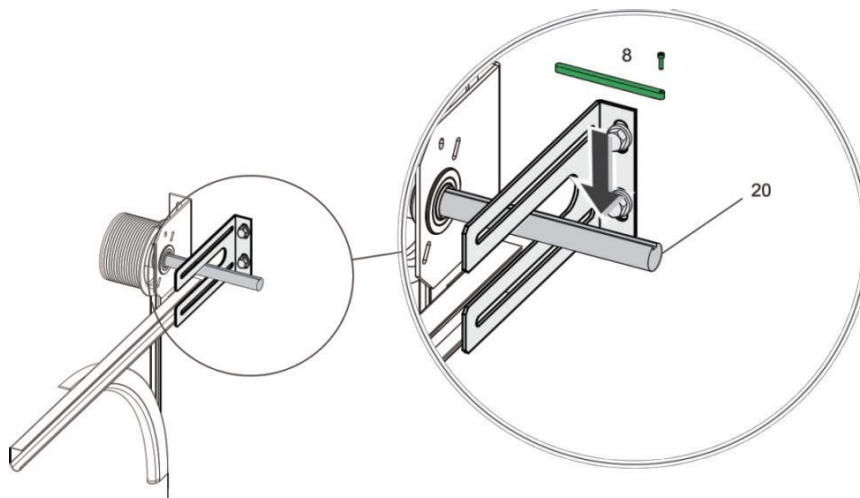

Fig. 2
Plaats de spie (8) in de groef van de aandrijfas van de deur, zodat deze niet kan verschuiven, zoals weergegeven in afb. 2.
- Plaats de aandrijfas van de deuraandrijving zo dat deze past bij de positie van de verdraai-beveiliging (spie, positie 8 in afb. 2). Draai hiervoor de aandrijving via de noodbediening.
Schuif de deuraandrijving op de aandrijfas (20) van de deur (zie afb. 2). Zet de deuraandrijving vast met de 4 schroeven en ringen (13) (zie afb. 3).